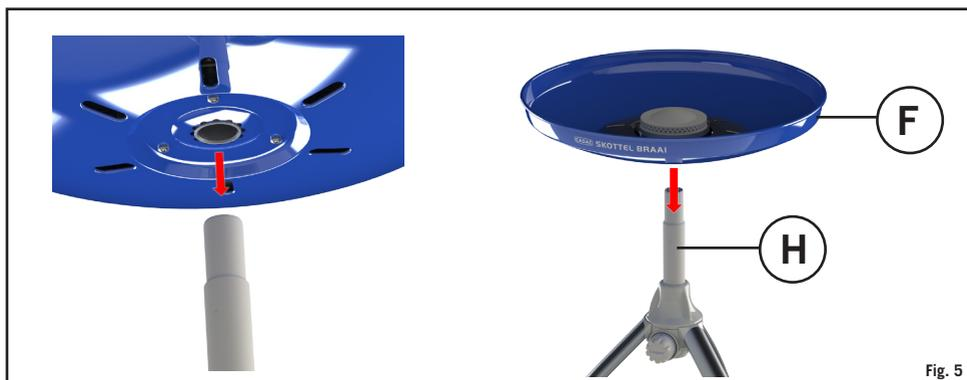

Fig. 5
- Sæt brænderfadet (F) på stammen (H), og sørg for at det sidder korrekt (fig. 5).